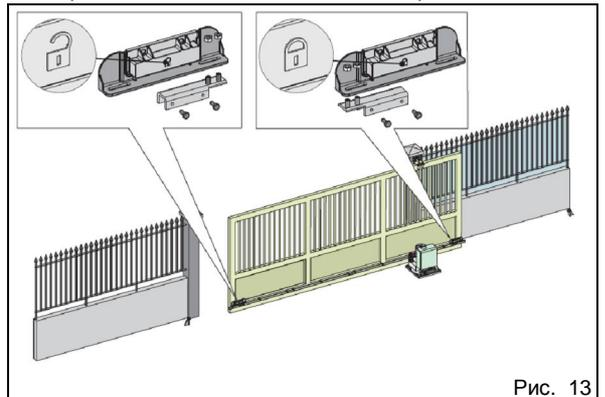

Рис. 13
Привод данной модели оснащён магнитными концевыми выключателями, с датчиков которых поступают сигналы для остановки привода, когда напротив них оказывается магнит, закреплённый сверху на зубчатой рейке привода. Магниты из комплекта привода имеют особую поляризацию, и каждый из них работает либо только на открытие, либо только на закрытие. Магнит, используемый в положении "открыто", промаркирован символом "замок открыт", а магнит, предназначенный для положения "закрыто", имеет символ "замок закрыт" (см. рис. 13).
1. Собрать оба магнита, как показано на рис. 13.